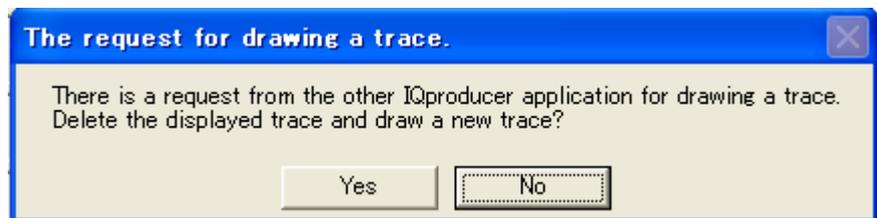

図3.2.4-4 確認表示
- (1) FFT グラフ画面の左下にある [Quick Add mode] を [Clear] に設定します。
- (2) [Simulation] メニューの [FFT] をクリックするか、 をクリックすると、図 3.2.4-4 のようなメッセージが表示されます。